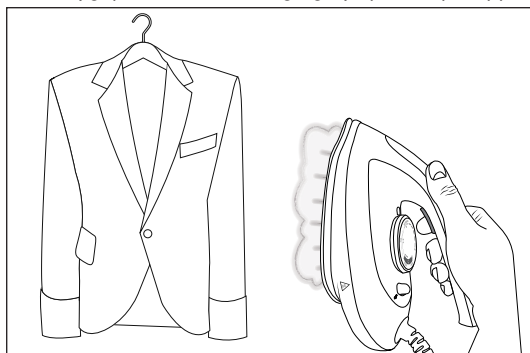

Fig. 10
- 5) Hold strygejernet i lodret stilling og tryk på dampknappen **2** (se fig. 10).